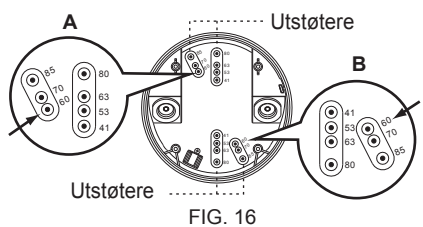

FIG. 16
3.3.4.1 Det er 7 par utstøtere med ulike avstander på 41 mm til 85 mm på bunndekselet på den overflatemonterte koblingsboksen som kan velges for ulike monteringsvarianter (se FIG. 16). Det skal velges de samme to tallverdiene på begge sider for en korresponderende fast avstand (se FIG. 17).